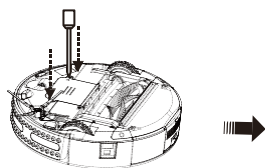

Рис. 1
1. Открутите винты при помощи отвертки, откройте крышку (смотрите рис. 1).